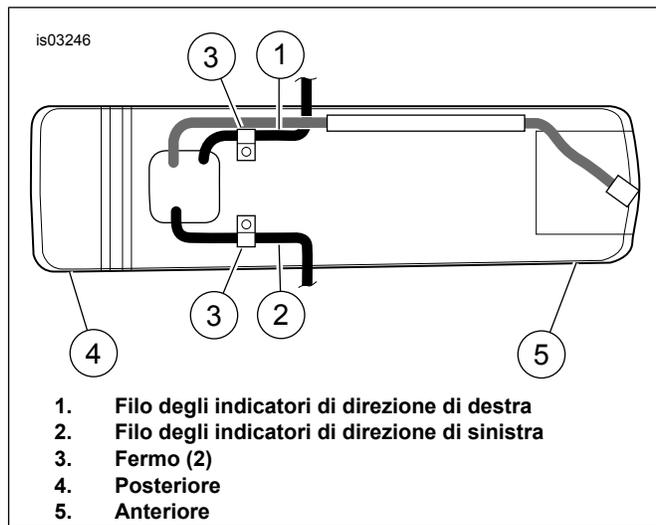

Figura 4. Fili e fermi degli indicatori di direzione (visti dal basso all'interno del parafrangente posteriore)
6. Vedere Figura 4. Staccare il cablaggio degli indicatori di direzione (1, 2) dai fermi (3) sotto la parte posteriore del parafrangente.
3. Vedere Figura 4. Fissare con un fermo il cablaggio dell'indicatore di direzione all'interno del parafrangimento posteriore.